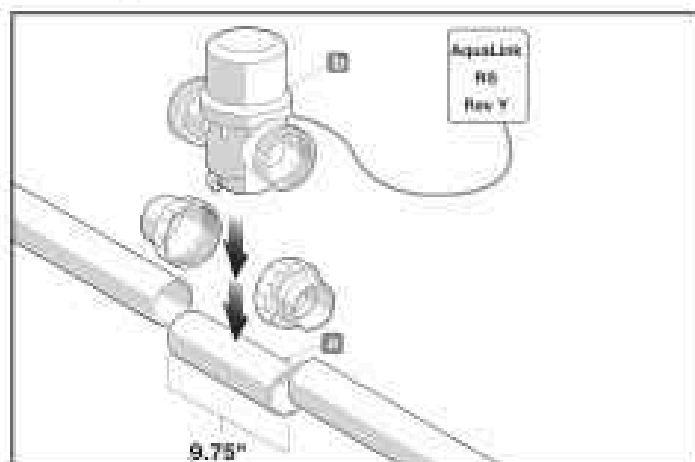

Figura 21. Aplicación de la calibración de TruSense
- Tienda el cable RS485 de cuatro conductores a través del conducto de bajo voltaje y conecte el conector rojo al sistema de automatización. Consulte la Figura 21 b.